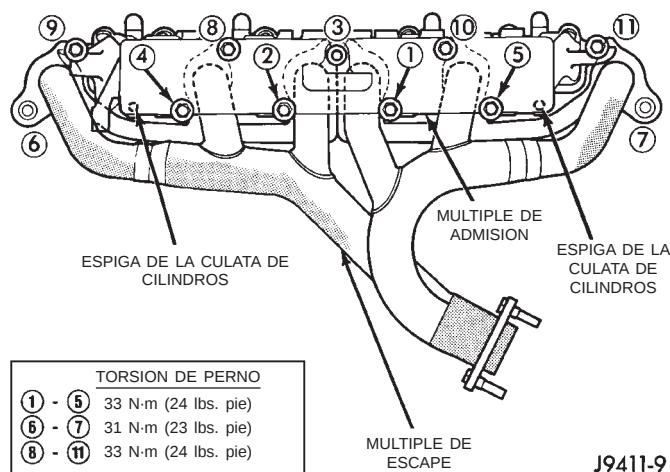

Fig. 30 Instalación de los múltiples de admisión y escape del motor (motor 4.0L)
(1) Si vuelve a instalar el múltiple original, limpie las superficies de contacto de la culata de cilindros y del múltiple.
(2) Si se reemplaza el múltiple, asegúrese de que todos los sensores, conexiones, etc. se transfieran al múltiple de recambio.
(3) Instale una junta de múltiple de admisión y escape nueva en los pernos de alineación situados en la culata de cilindros.
(4) Emplace el múltiple de escape del motor en la culata de cilindros. Instale el dispositivo de fijación n° 3 y esta vez apriételo a mano (Fig. 30).
(5) Instale el múltiple de admisión en las espigas de la culata de cilindros.
(6) Instale las arandelas y los dispositivos de fijación n° 1, 2, 4, 5, 8, 9, 10 y 11 (Fig. 30).
(7) Instale las arandelas y los dispositivos de fijación n° 6 y 7 (Fig. 30).
(8) Apriete los dispositivos de fijación en secuencia y con la torsión especificada (Fig. 30).
(9) Instale la bomba de la dirección asistida y el soporte en el múltiple de admisión y la bomba de agua. Tense la correa según las especificaciones (para informarse sobre los procedimientos adecuados, consulte el grupo 7, Sistema de refrigeración).
(10) Conecte el tubo de alimentación de combustible en la entrada del tubo distribuidor de combustible. Presione el tubo hasta que oiga un chasquido. **Antes de conectar el tubo de combustible en el tubo distribuidor, reemplace los anillos O en el acoplamiento del tubo de combustible de conexión rápida.**
(11) Tire del tubo de alimentación de combustible para asegurarse de que esté firme en su sitio.